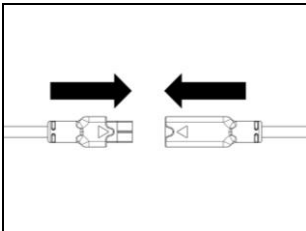

Fig. 31
- Collegare la batteria al cablaggio, seguendo la direzione delle frecce (Fig. 31).